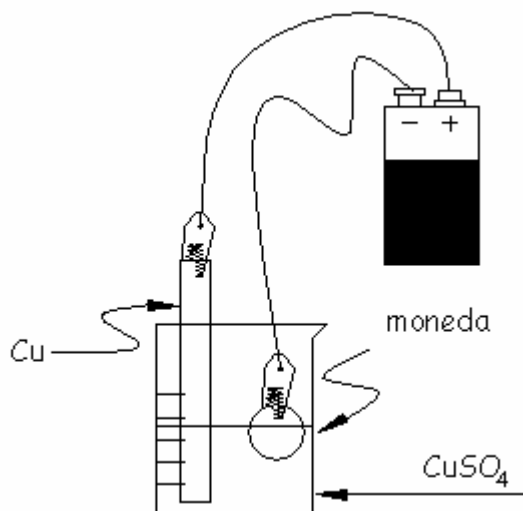

Figura 1
4. Por medio de los caimanes, conecta la moneda y el cobre a la fuente de poder (batería o convertidor de corriente), colocando el cobre en el polo positivo y la moneda en el negativo (Figura 1).